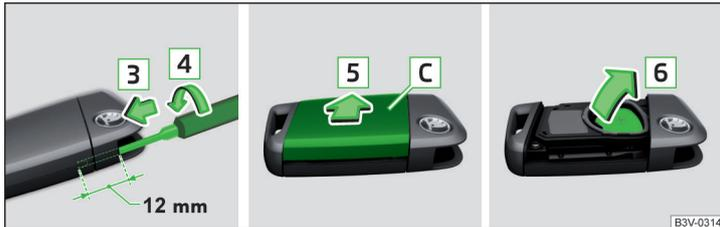

Abb. 344 Abdeckung lösen / Batterie herausnehmen
- › Einen schmalen Schlitzschraubendreher (3 mm breit) ungefähr 12 mm in die entstandene Öffnung in Pfeilrichtung **3** einschieben » Abb. 344.